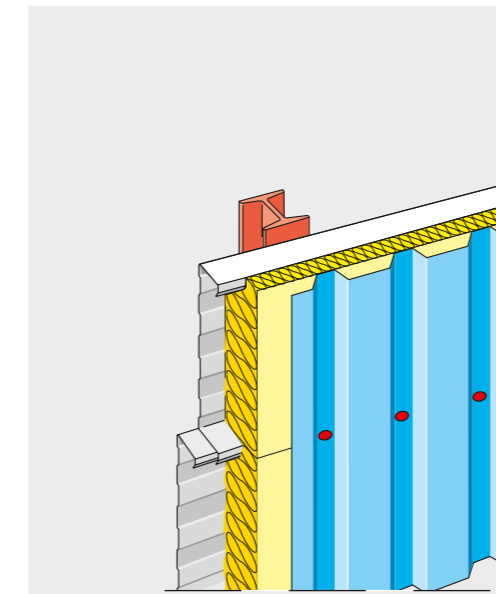

Fig. 1 - Horizontale binnendozen, verticale buitenbeplating
- Horizontale binnendozen, verticale buitenbeplating ISOVER Cladisol wordt in de binnendozen geplaatst. Ter plaatse van de binnendoosflens heeft ISOVER Cladisol over de volle lengte een sneede. De geprofileerde buitenbeplating wordt door de ISOVER Cladisol heen, aan de flenzen van de binnendozen bevestigd (fig 1).
- Caissons horizontaux bardage extérieur vertical ISOVER Cladisol est posé dans les caissons. Au droit des lèvres du caisson, ISOVER Cladisol présente, sur toute sa longueur, une entaille. Le bardage vertical extérieur est fixé au travers du ISOVER Cladisol juste au droit des lèvres du caisson (fig 1).